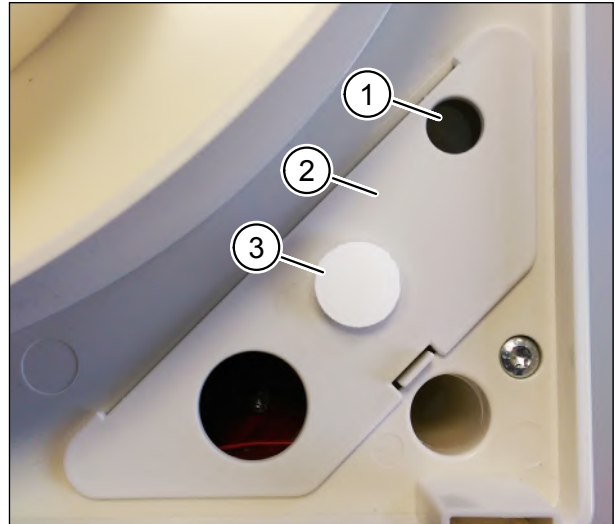

Abb. 12: EIB-Universalschnittstelle 6119/40 an Klettverschluss befestigen
- ▶ Fädeln Sie das EIB-Buskabel durch die Öffnung (Pos. 1 in Abb. 12) im Netzwerkdeckel.
- ▶ Setzen Sie den Netzwerkdeckel wieder ein (Pos. 2 in Abb. 12).
- ▶ Ziehen Sie den Klebepunkt vom Klettverschluss ab (Pos. 3 in Abb. 12).